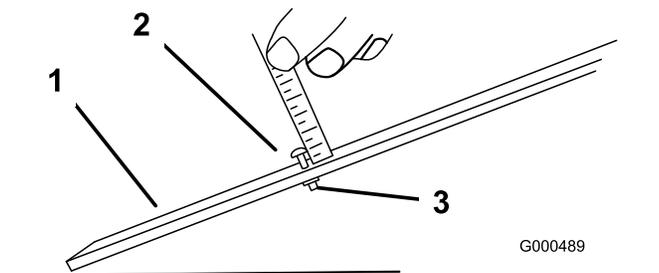

Figure 11
1. Desserrez l'écrou du gabarit et tournez la vis de réglage de manière à obtenir la hauteur de coupe voulue (Figure 11).